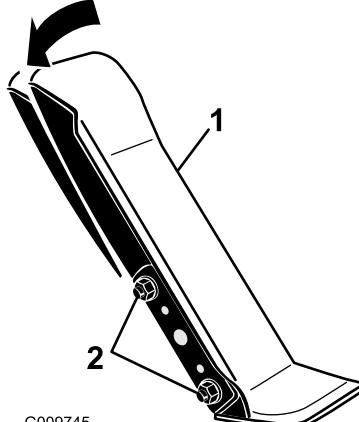

Bild 90
1. Lösen Sie die zwei Muttern und Schrauben, mit denen die linke Seite des Fahrpedals an der Halterung befestigt ist (**Bild 90**).
2. Drehen Sie das Pedal auf den gewünschten Winkel und ziehen Sie die Muttern an (**Bild 90**).